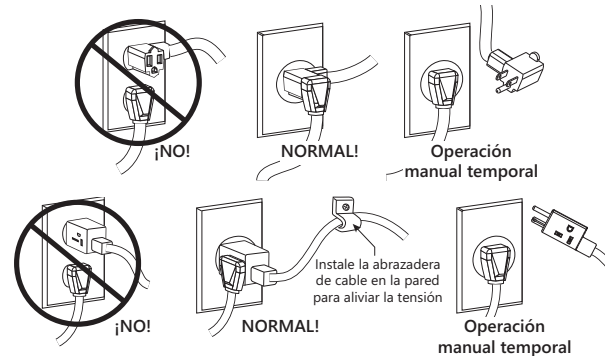

Figura 2. Funcionamiento del interruptor de lengüeta
1. Las bombas que están inactivas durante más de un mes en una cuenca seca deben tener los impulsores operados mensualmente de forma manual a través del panel de interruptores, para lubricar los sellos. Para los modelos automáticos, apague el disyuntor, desenchufe el interruptor de lengüeta y conecte la bomba directamente al receptáculo. Encienda el disyuntor durante 30 segundos; luego, apáguelo. Enchufe el interruptor de lengüeta de la parte posterior. Consulte la Figura 2 en la página 8. **Limite el tiempo de funcionamiento de la lubricación a menos de un minuto por bomba.**